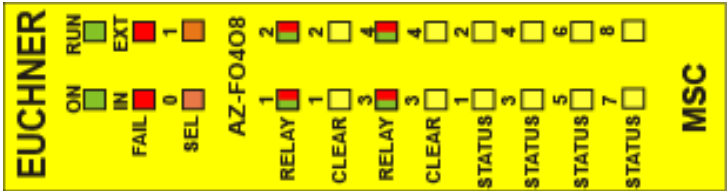

Fig. 26 :
8.3.11. Module AZ-F04F08 (Fig. 26)